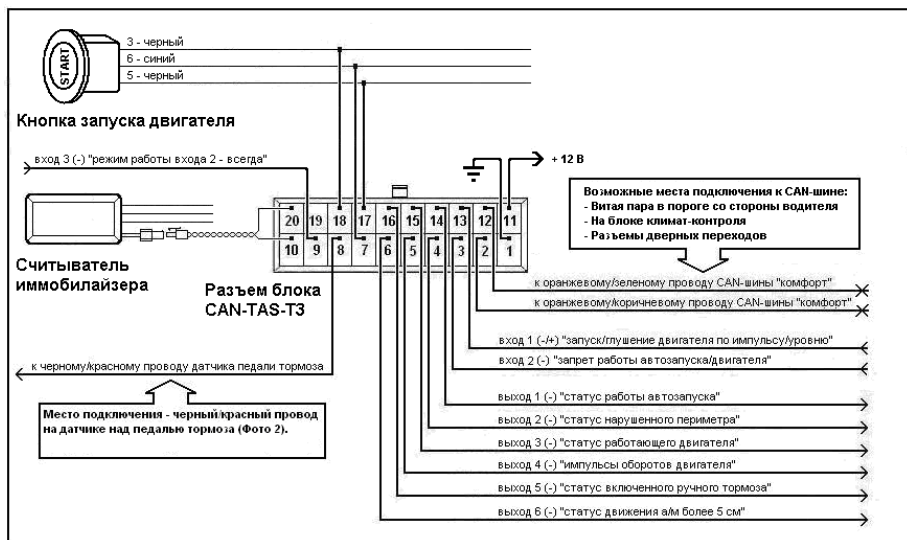

Рис. 2. Схема подключения модуля CAN-TAS-T3
6. Скоммутируйте провода разъема модуля согласно схеме подключения (Рис.2).